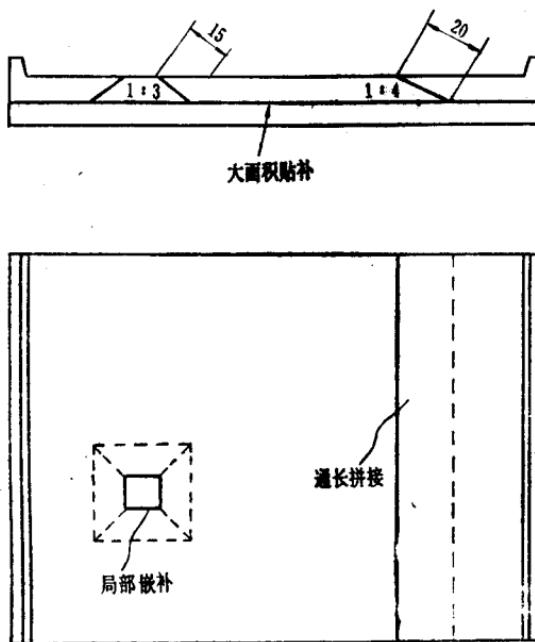

图 2—1
2. 配好料的胶垫，在嵌补或拼接处要削平。在局部嵌补处一般削成 $1:3$ 的坡度（切削面宽约15毫米），在通长拼接处削成 $1:4$ 坡度（切削面宽约20毫米），如图2—1所示。这样可以保证有充分的胶粘面积和胶粘力。
3. 贴边时要注意胶补面积的大小，如通块胶补，除四周贴边外，中间还要加贴一根胶片（如图2—2所示）。